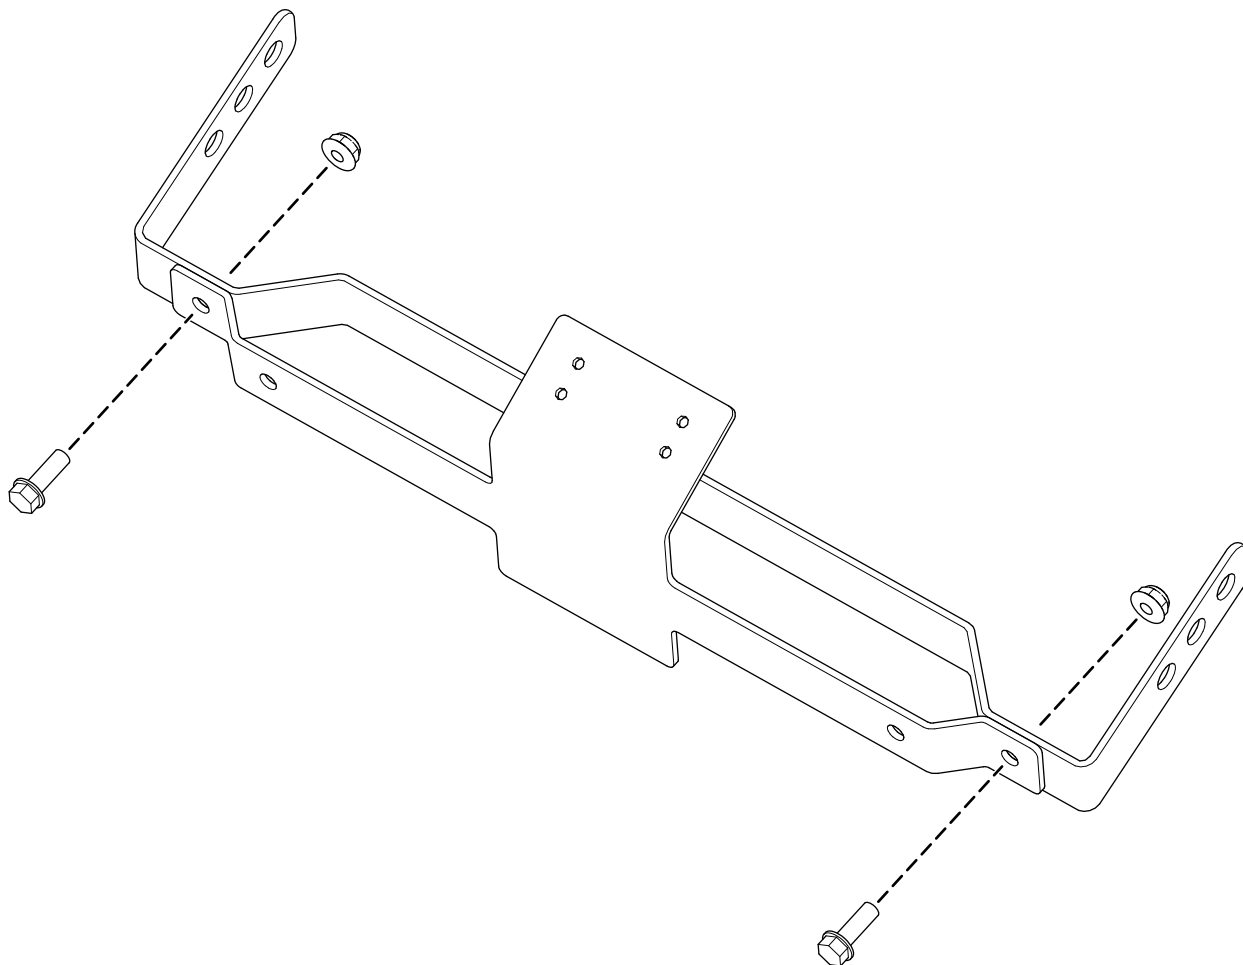

Figure 6
1. Fixez le support du rétroviseur apprêté sur le support de rétroviseur noir à l'aide de 2 boulons à embase à tête hexagonale ($\frac{1}{4} \times \frac{3}{4}$ po) et 2 contre-écrous ($\frac{1}{4}$ po), comme montré à la Figure 6.